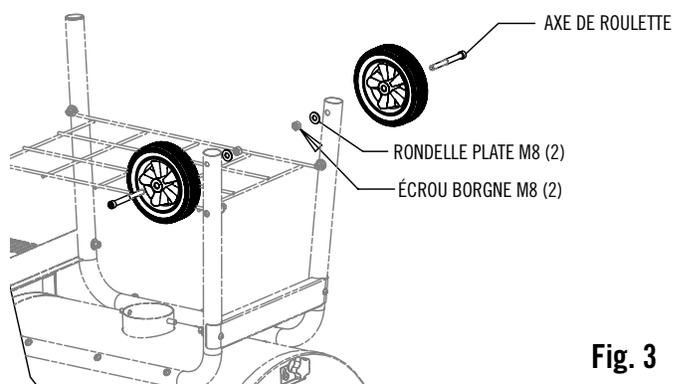

Fig. 3
4. Monter les deux roulettes aux pieds comme illustré à la Fig. 3 à l'aide de leurs deux axes, de 2 rondelles plates M8 et de deux écrous borgnes M8. Serrer toute la quincaillerie de l'axe avec une clé.